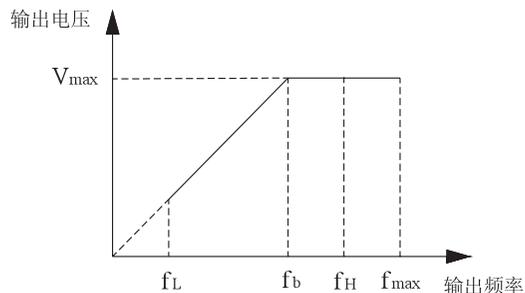

图1 电压与频率示意图
4. 最大输出频率、上限频率、下限频率的关系如上图1所示, 设置时请注意大小顺序。